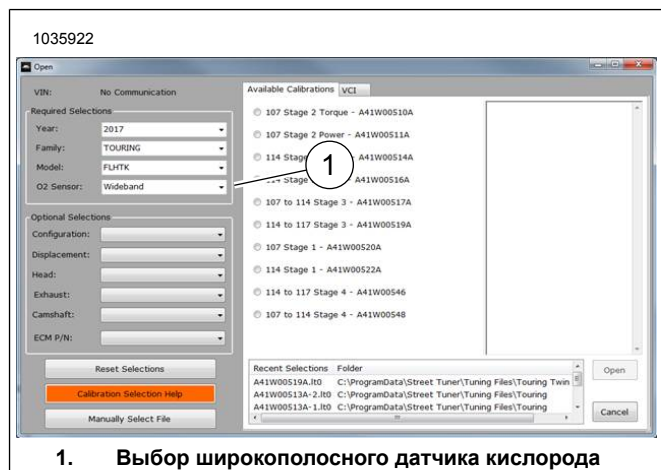

Рисунок 51. Выбор широкополосного датчика кислорода
24. См. Рисунок 51. Используйте Screamin' Eagle Pro Street Tuner для завершения установки. Скачайте программу для обновления калибровки блока ECM при установке этого комплекта. При выборе программы для калибровки при установке Screamin' Eagle Pro Street Tuner выберите Wideband (1) (Широкий диапазон (1)) из выпадающего меню для вариантов датчиков кислорода. См. каталог Screamin' Eagle Pro или свяжитесь с дилером Harley-Davidson для получения более подробной информации о Screamin' Eagle Pro Street Tuner.